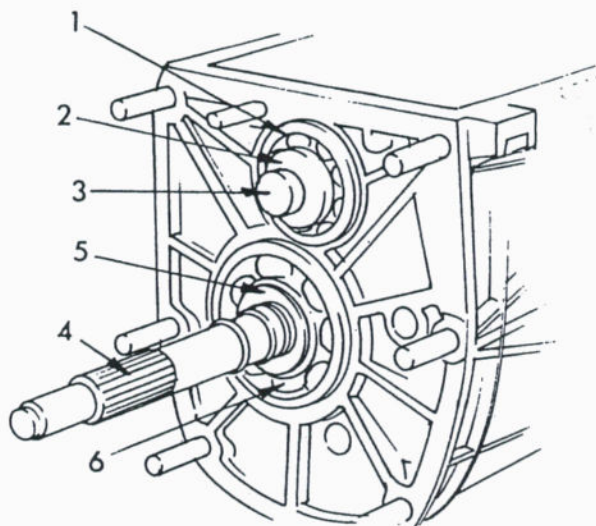

Bild 113
- Von der Vorderseite des Getriebes die Schraube aus dem Ende der Vorgelegewelle herausdrücken (immer noch zwei Gänge eingeschaltet). Bild 113 bietet eine Ansicht dieser Seite des Getriebes und zeigt, welche Schraube gemeint ist.